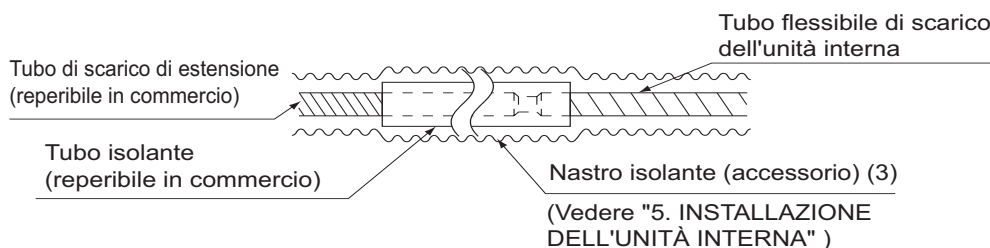

Fig. 19
- Per realizzare una prolunga del tubo flessibile di scarico, utilizzare i tubi flessibili disponibili in commercio a tale scopo e isolare la sezione della prolunga del tubo flessibile di scarico. **(Fare riferimento alla Fig. 19)**